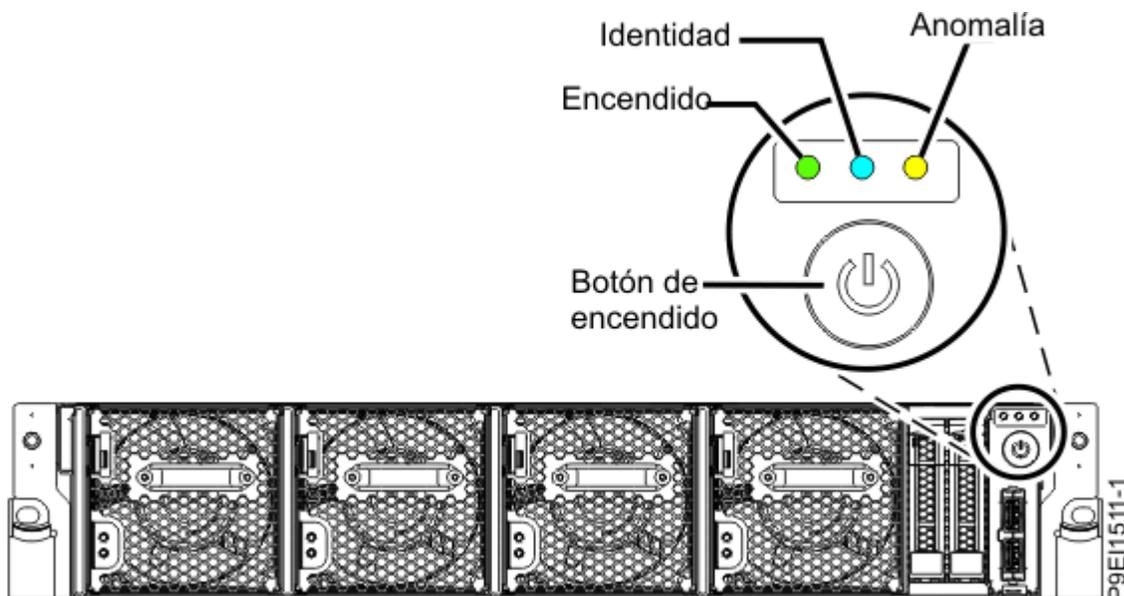

Figura 60. Botón de encendido
- El LED de encendido parpadea, tal como se muestra en la Figura 60 en la página 101. Una luz intermitente indica alimentación en espera para la unidad.
3. Presione el botón de encendido que se muestra en la Figura 60 en la página 101.